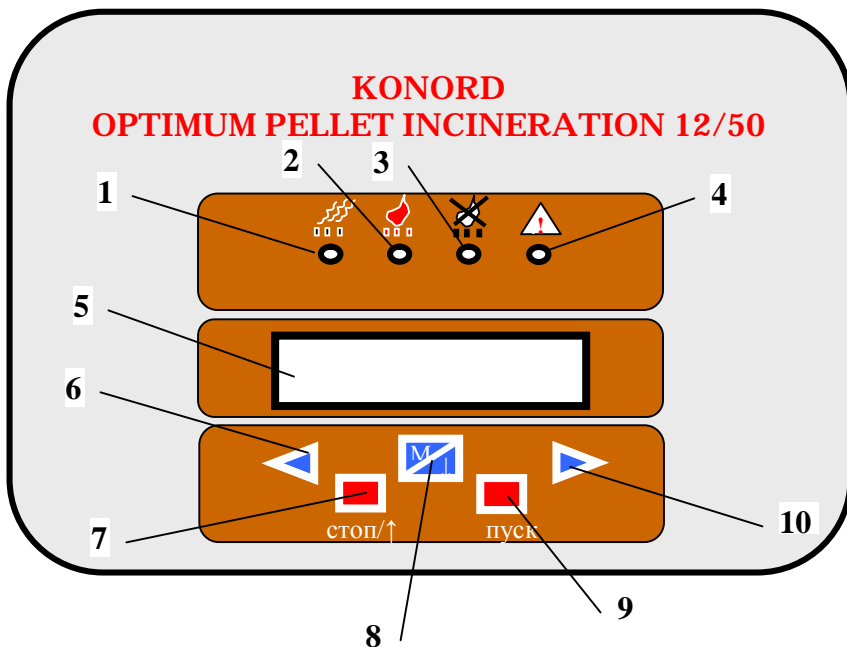

Рис. 2 Панель управления
6.1. Панель управления и контроля изображена на рис. 2.